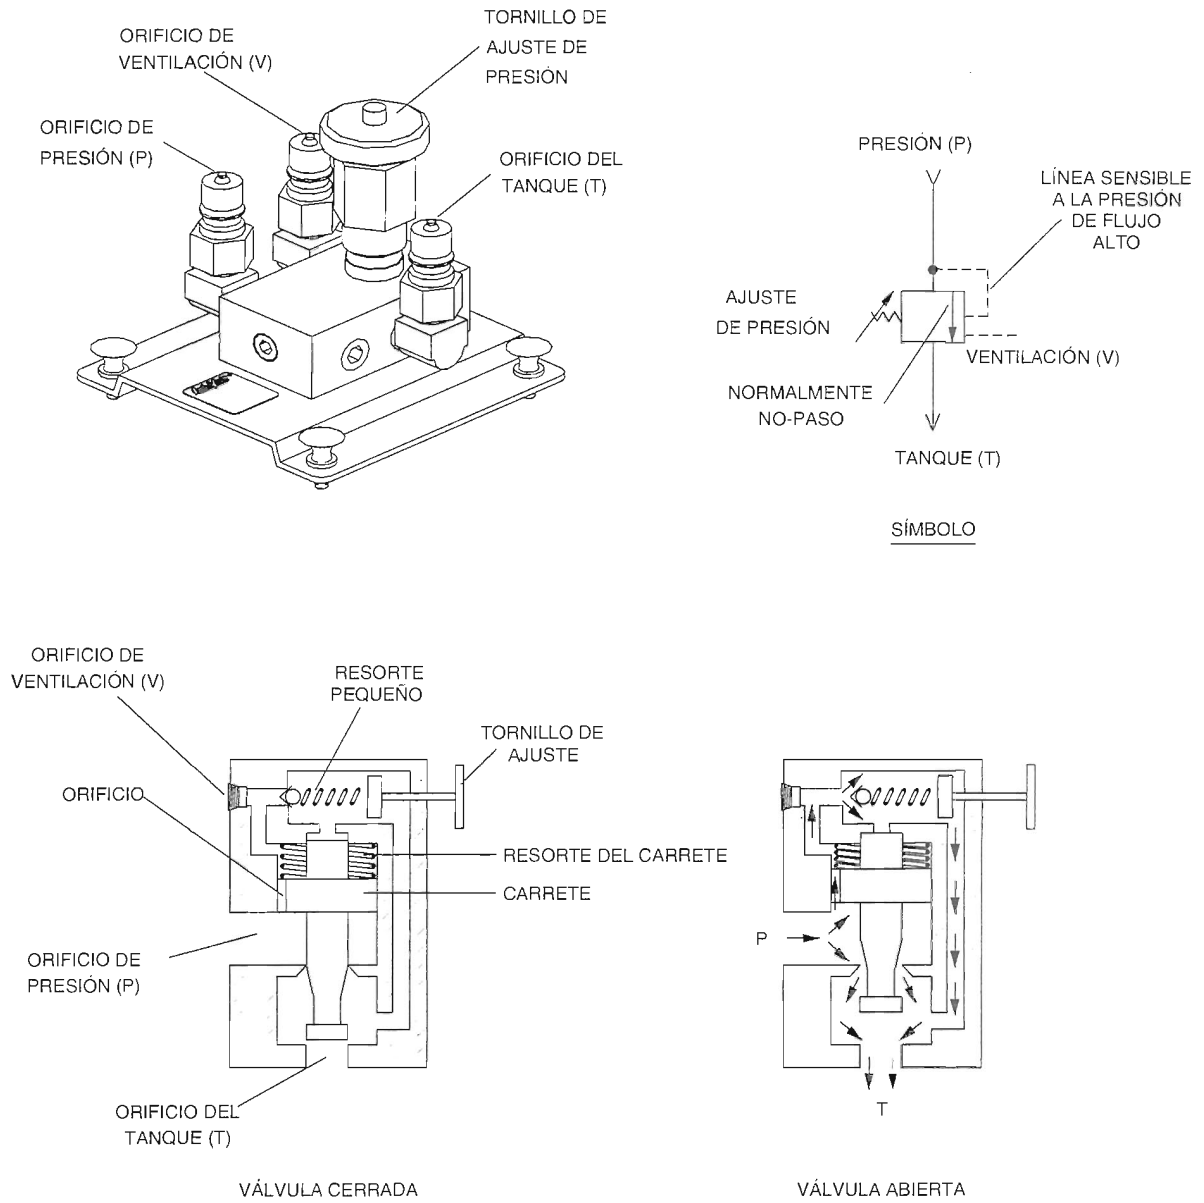

Figura 2-6. Válvula de alivio operada por piloto.
La Figura 2-6 ilustra la válvula de alivio suministrada con su juego de componentes de hidráulica. Esta válvula es de tipo **operada por piloto**. El cuerpo de la válvula tiene tres partes: un orificio de **presión (P)**, el cual debe ser conectado a la línea de presión de la bomba, un orificio **tanque (T)**, el cual debe ser conectado al